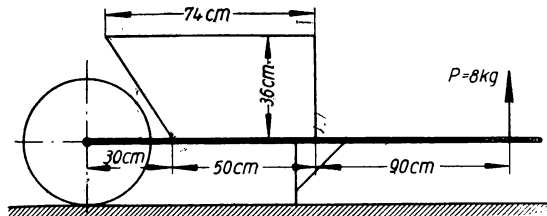

Bild 152
**286.** Eine Schubkarre von den gegebenen Maßen (Bild 152) hat 36 kg Eigengewicht. Zum Anheben der leeren Karre ist an den Handgriffen am Ende der waagerechten Tragholme eine senkrechte Kraft 8 kg erforderlich. a) Wie groß ist die Belastung des Rades beim Anheben der leeren Karre? b) Wieviel Kilogramm Erde